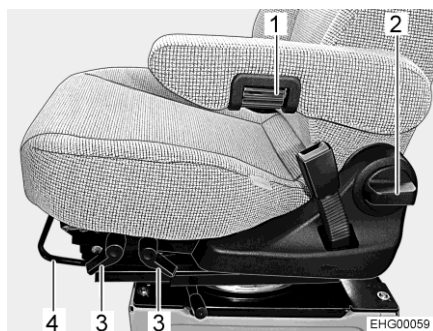

Fig. 17 Réglage des sièges
- Tirer l'étrier (Fig. 17,4) vers le haut.
- Tirer le levier correspondant (Fig. 17,3) vers le haut.
- Tourner la poignée (Fig. 17,2).
- Faire tourner la roulette moletée (Fig. 17,1) pour le réglage de précision. L'accoudoir s'incline vers le haut ou le bas suivant le sens de rotation.